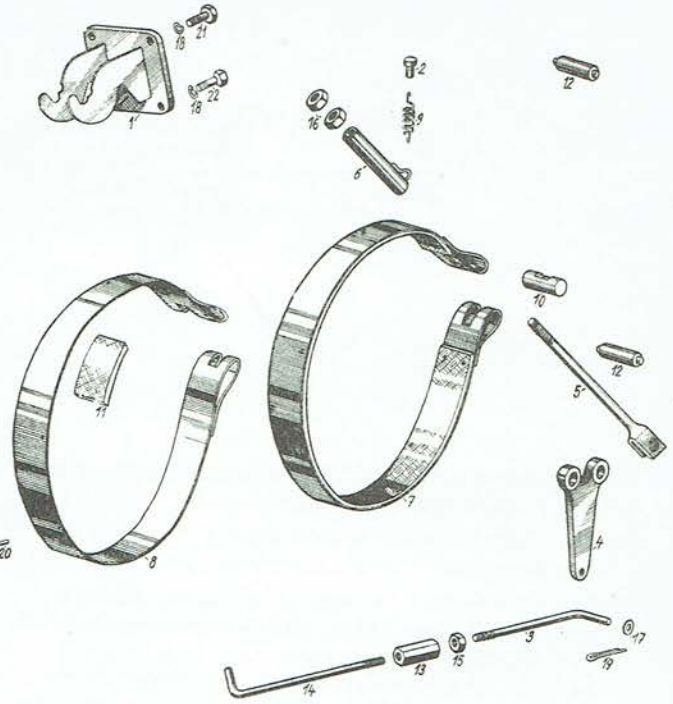

Abb. 132
1. Aus der Zugstange (Abb. 132/14) ist der Splint zu entfernen und die Zugstange aus der Bremsnabe herauszunehmen.
3. Die Bandkonsole ist durch Ausschrauben von vier Schrauben M 10×25 (Abb. 132/21, 22) zu lockern.
4. Der rückwärtige Bolzen (Abb. 132/12) des Bremshebels ist aus der Bandkonsole herauszudrücken.
6. Die gelockerten Muttern M 12 (Abb. 132/16) der Stellschraube sind auszuschrauben und die Feder herauszuschieben (Abb. 132/9).
7. Der vordere Bolzen des Bremshebels (Abb. 132/12) ist herauszuschieben.
9. Schliesslich sind aus dem Hauptgetriebekasten die Bremshebel (Abb. 132/4) herauszuziehen.